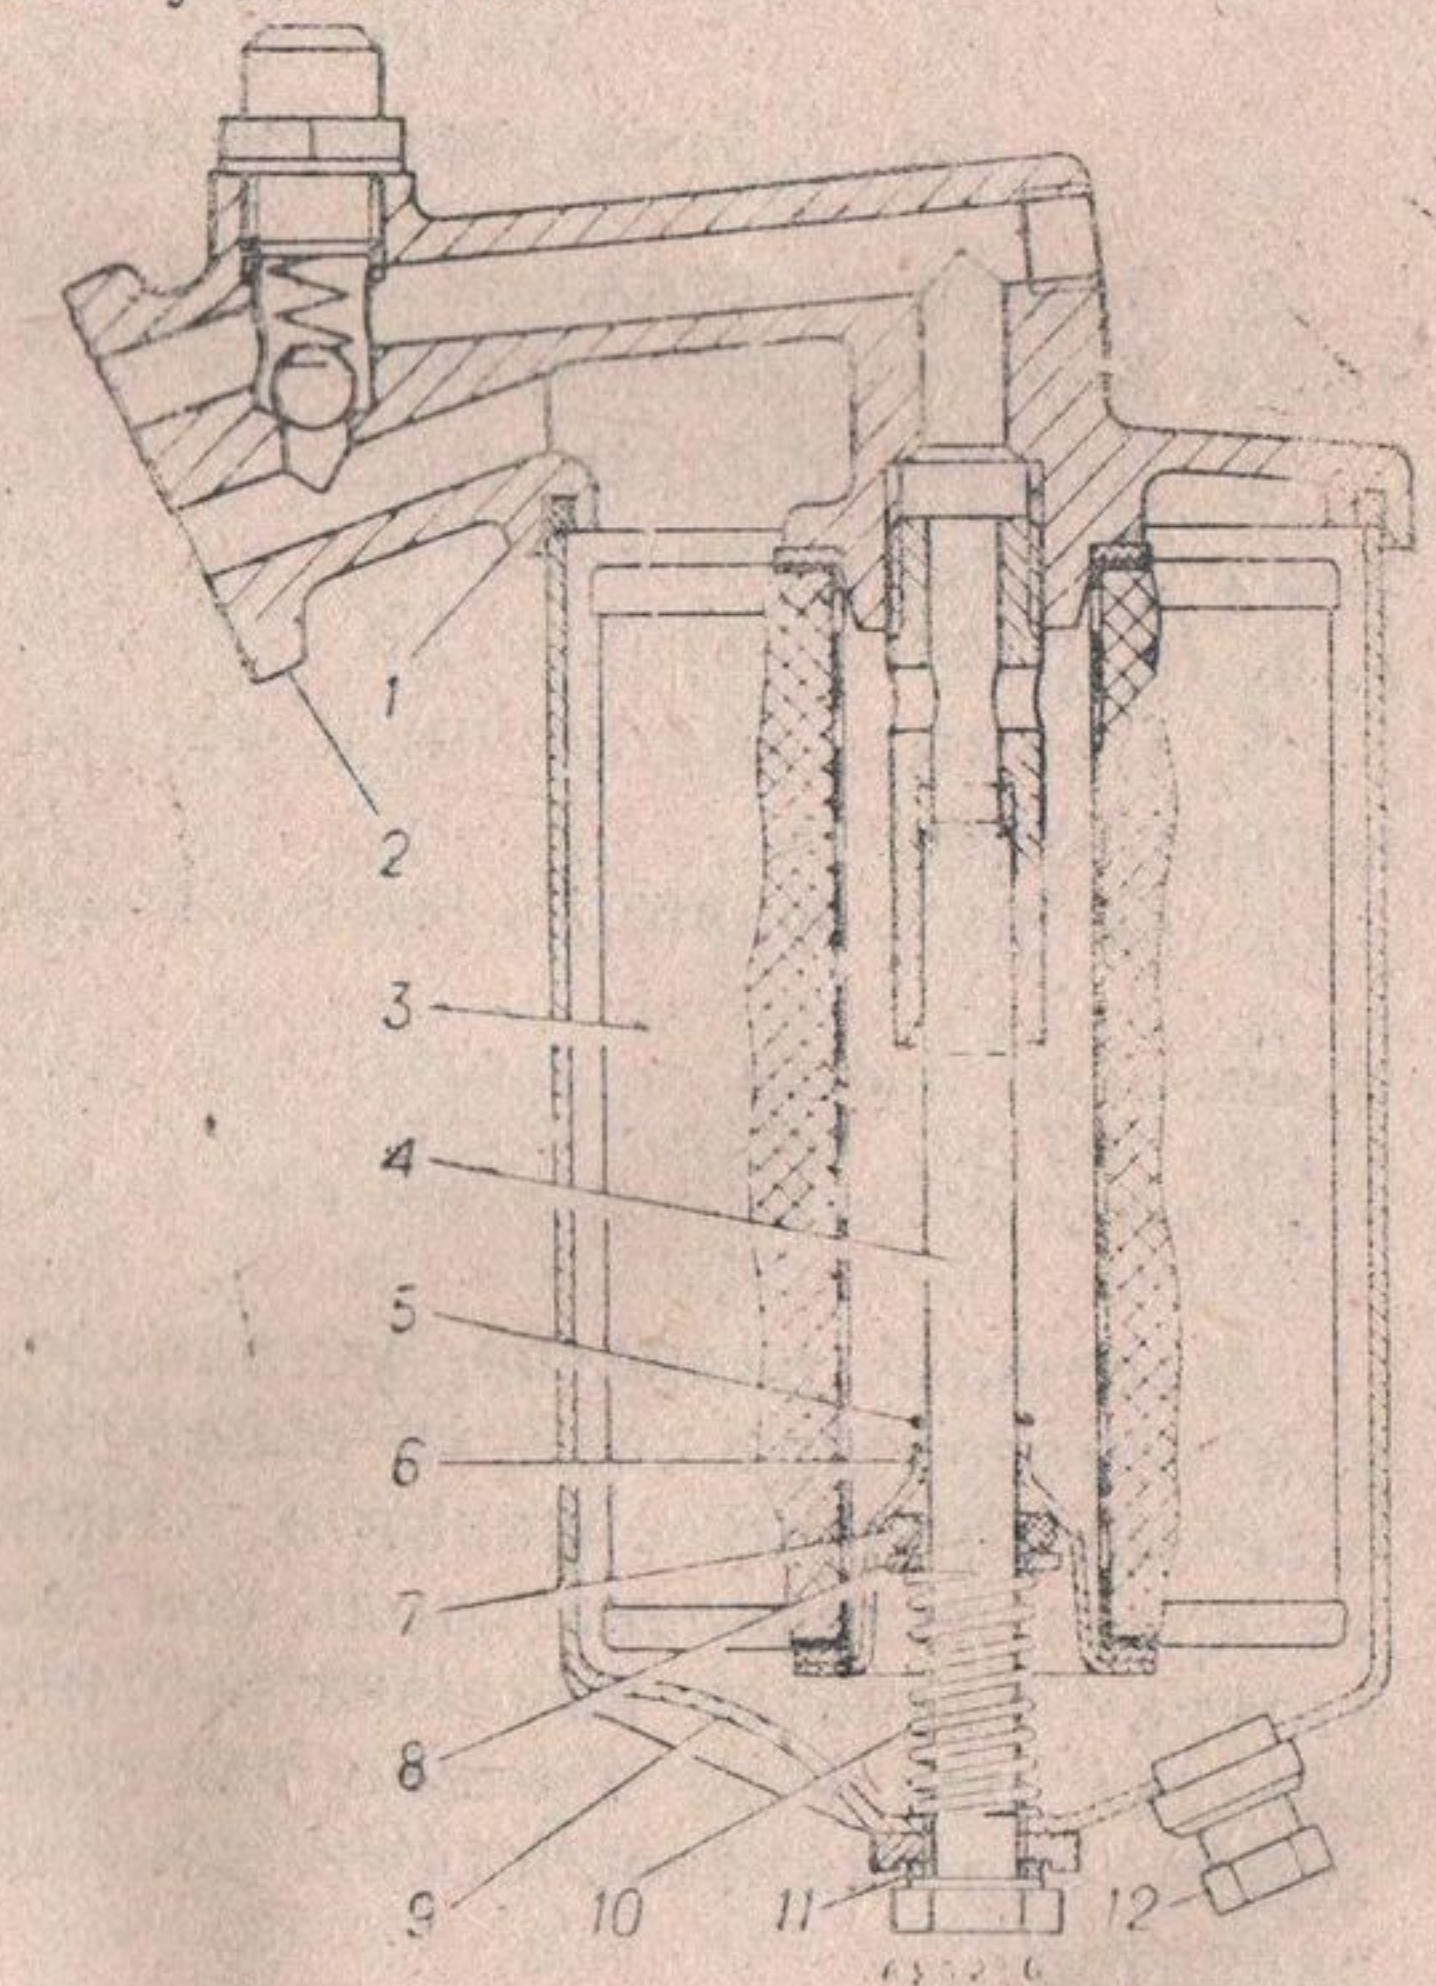

Рис. 6. Масляный фильтр:
**Масляный фильтр** (рис. 6) полнопоточный со сменным фильтрующим элементом «Реготмас-441-1».
2. Отвернуть сливную пробку 12 (см. рис. 6) фильтра и слить отстой.